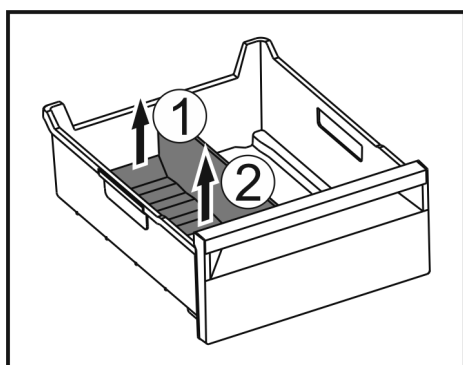

Fig. 153
- Løft den bageste del af frostrumsadskilleren. Fig. 153 (1)
- Tag frostrumsadskilleren op og ud. Fig. 153 (2)